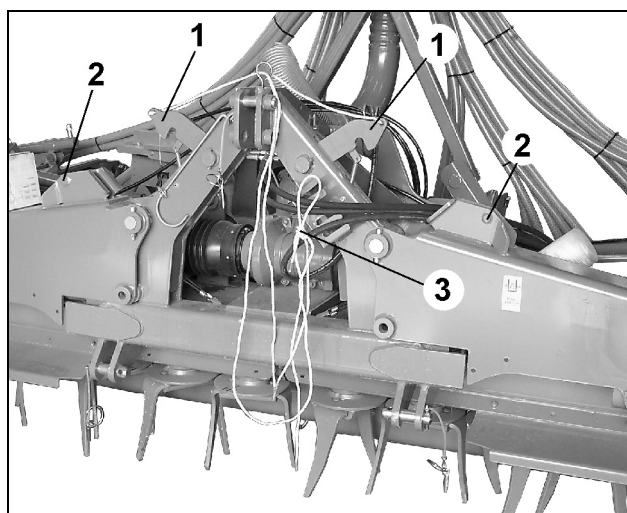

Fig. 97
- Desplegar la máquina, previamente aflojar el enclavamiento desde la cabina del remolcador mediante una cuerda (Fig. 97/3).